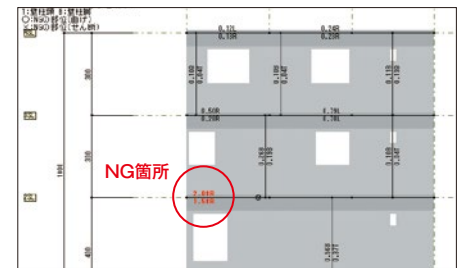

図7 断面検定比図出力例
- ・壁量や壁率の判定表や断面検定比図などではNG箇所を赤色で表示して出力します。計算結果の中で問題がある箇所をひと目で確認できます(図7)。